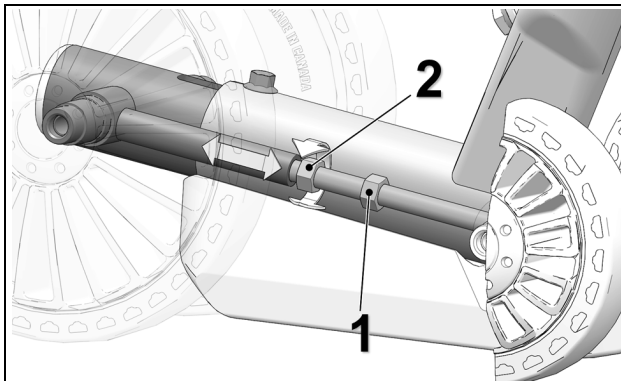

Figure 28
- Desserrer le contre-écrou (1) et tourner l'écrou d'ajustement (2) pour régler la tension de la chenille. Voir la Figure 28.